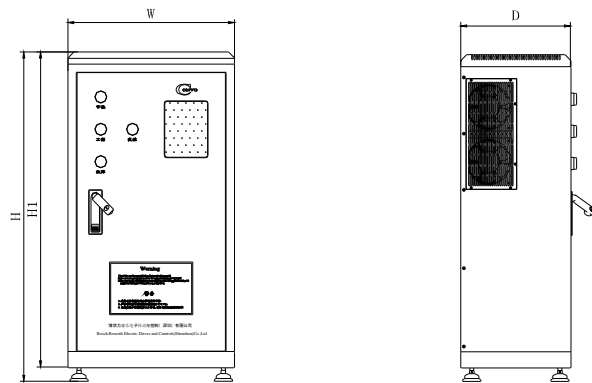

图 2-4 变频器的安装尺寸示意图
2.6.1 FSCZ01 系列变频器的安装尺寸示意图如图 2-4 所示。